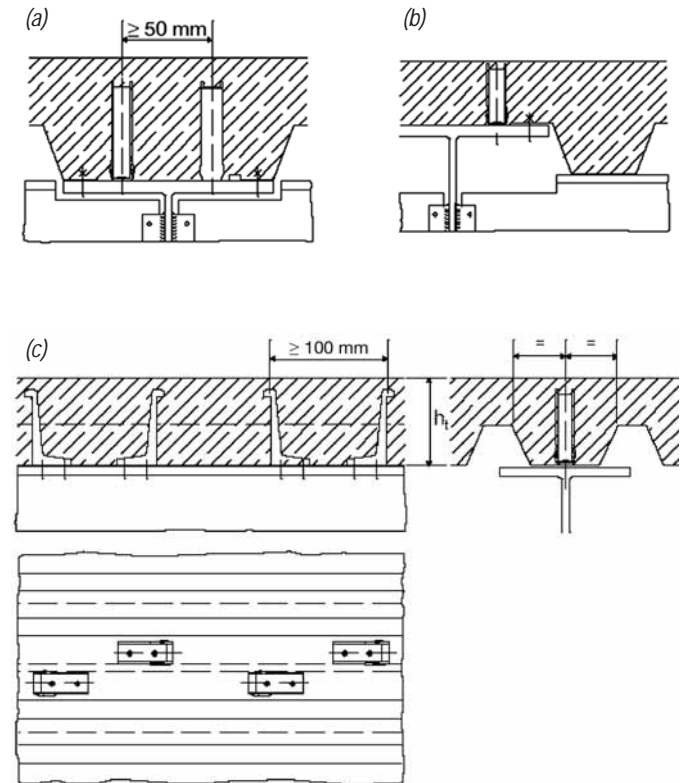
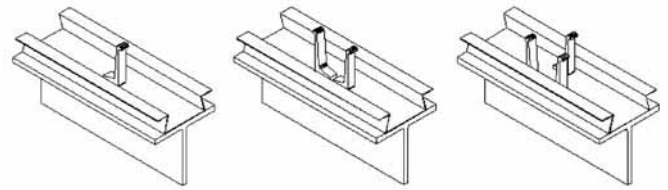

Figura 18. Colocación longitudinal de conectores.
Figura 23. Chapa paralela a la viga.
En las vigas principales las chapas perfiladas son en general paralelas a las mismas (figura 23). Los conectores se deben colocar preferentemente de forma paralela a la viga. Alternando el sentido de los mismos de fila a fila. (figura 18)
- La separación mínima entre conectores, medida transversalmente a la viga es de 50 mm; y medida paralelamente a la viga de 100 mm. (figura 18)